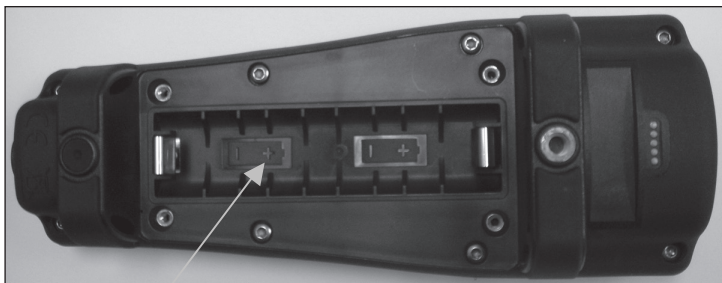

Figure 1. Pro1020 avec le couvercle des piles retiré.
3. Installez les nouvelles piles, en veillant à respecter leur polarité (Figure 1).